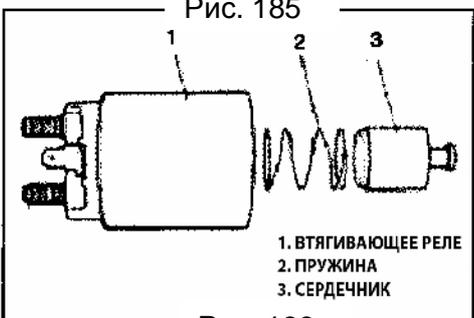

Рис. 186
2) Снимите два болта, как показано на рисунке и снимите редуктор в сборе со стартера (Рис. 186).